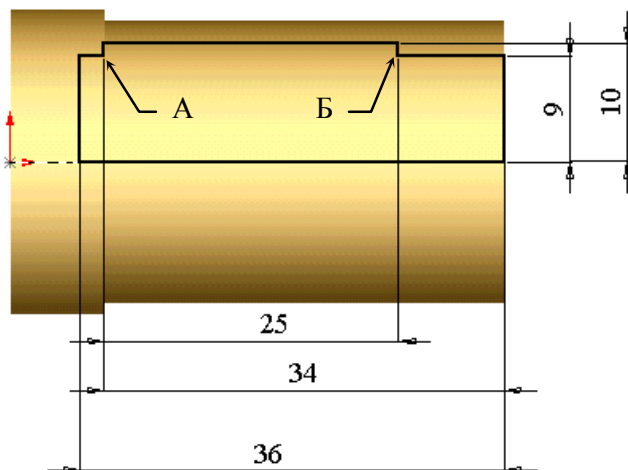

Рис. 3.3
4. Используя инструменты ,  и , изобразить замкнутый контур (рис. 3.3).